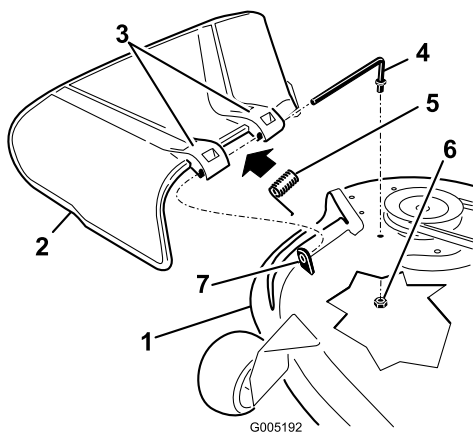

Bild 50
1. Machen Sie die in Bild 50 gezeigten Teile ausfindig.
2. Nehmen Sie die Mutter (3/8 Zoll) aus der Stange unter dem Mähwerk ab (Bild 50).
- Schieben Sie die Stange aus dem kurzen Vorsprung, der internen Sicherungsscheibe, der Feder und dem Ablenkblech (Bild 50). Entfernen Sie defekte oder abgenutzte Ablenkbleche.
- Setzen Sie das Ablenkblech und die interne Sicherungsscheibe wieder ein (Bild 50).
- Setzen Sie die Feder mit den Enddrähten nach unten auf die Stange, zwischen die Ablenkblechhalterungen. Schieben Sie die Stange durch die zweite Ablenkblechhalterung und die interne Sicherungsscheibe (Bild 50).
- Schieben Sie die Stange vorne am Ablenkblech in den kurzen Vorsprung am Mähwerk. Befestigen Sie das hintere Stangenende mit einer Mutter (3/8 Zoll) am Mähwerk (Bild 50).